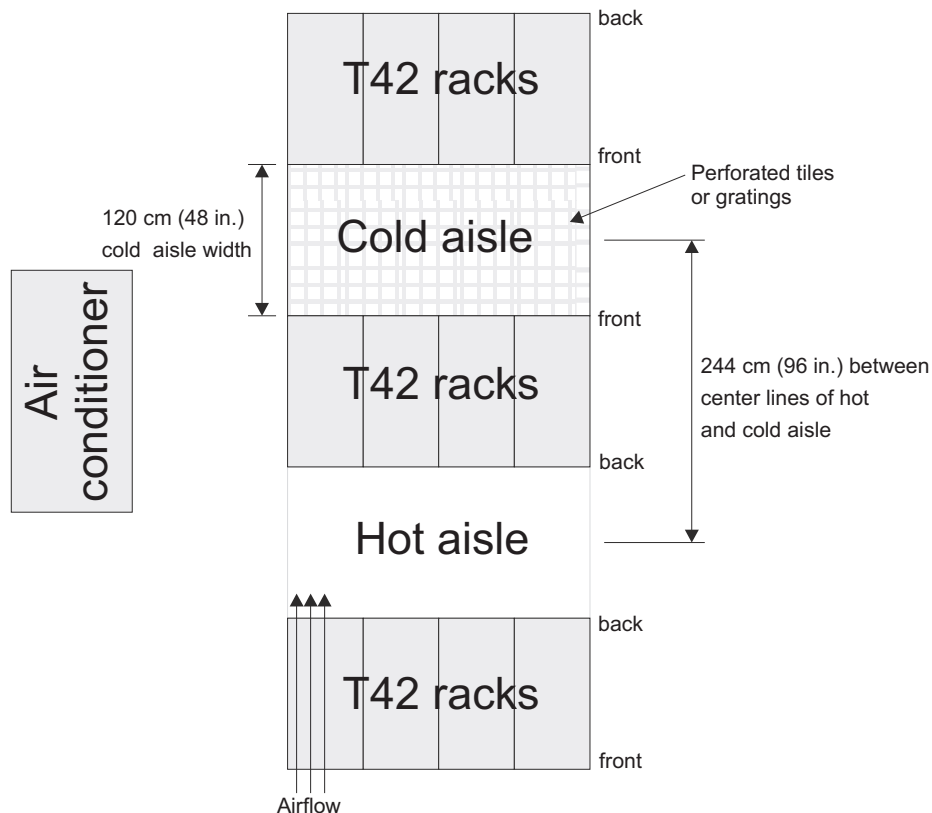

Figura 1-15. Exemplo de Configuração de Rack com Passagem Fria/Passagem Quente
- O ar entra na parte frontal do rack e sai na parte traseira. Para prevenir que ar liberado do rack entre na abertura de outra peça do equipamento, é necessário posicionar os racks em linhas alternadas, costas com costas ou frente a frente. Essa disposição é conhecida como “passagem fria/passagem quente” e é mostrada na Figura 1-15.
- Onde os racks estão nas linhas frontal com frontal ou traseira com traseira, intervalos de pelo menos 122 cm (48 pol.) deve separar as linhas ao longo da passagem fria (consulte a Figura 1-15).